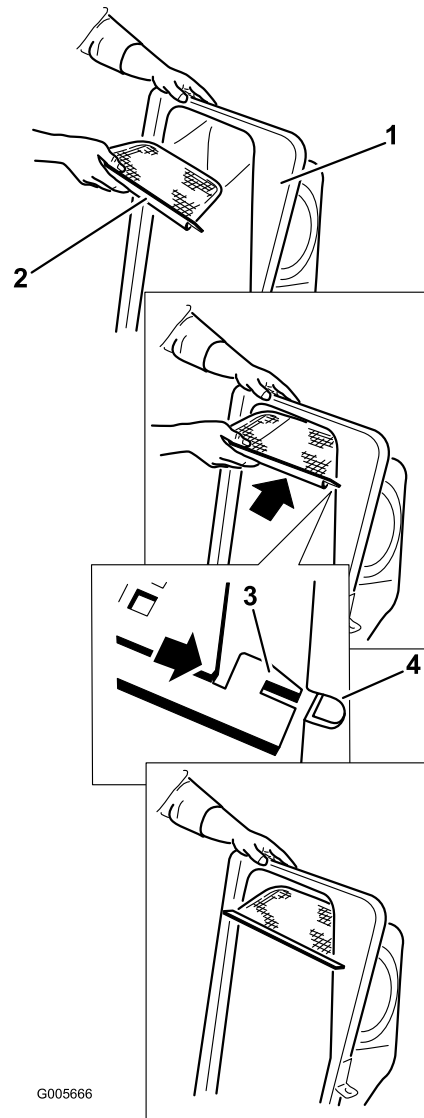

Figure 12
2. Montez le filtre comme montré à la Figure 12 de sorte à l'incliner dans la direction des bacs de ramassage.